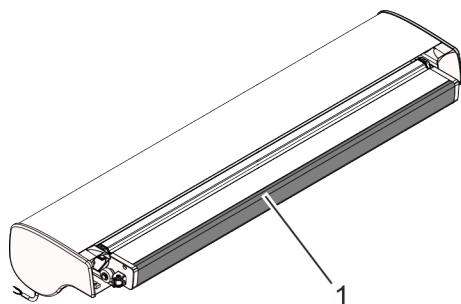

Abb. 24: Revisionsdeckel
1. ➤ Revisionsdeckel (Abb. 24/1) abnehmen.